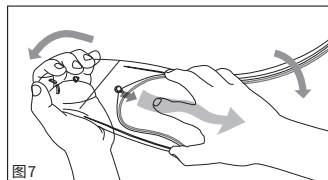

图7
- 4 拆除时首先从头盔上拆除镜片，与安装时同样，充分展开镜片(图7)，同时从按扣上拔出SHOEI DRYLENS。